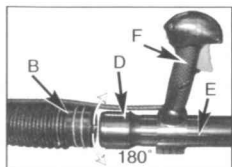
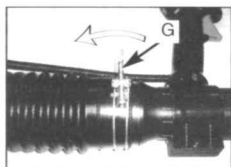

Fig. 3
Fig. 4
2. Placez le collier de serrage (C) sur le tube flexible et sur le tube de contrôle.
3. Tournez l'anneau de marquage (D) de manière à ce qu'il soit aligné avec la poignée d'accélérateur (F). Insérez le tube de contrôle (E) dans le tube flexible (B) (Fig.3) et serrez fermement avec un collier de serrage (G)(Fig.4).